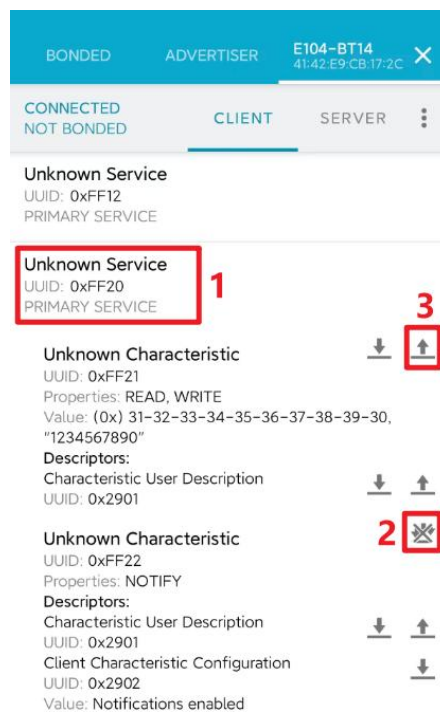
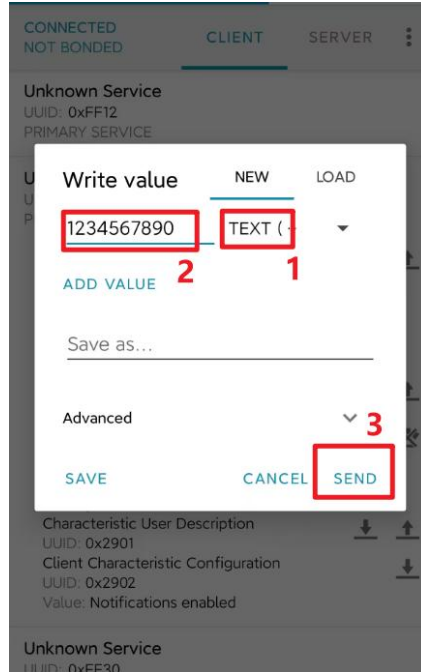
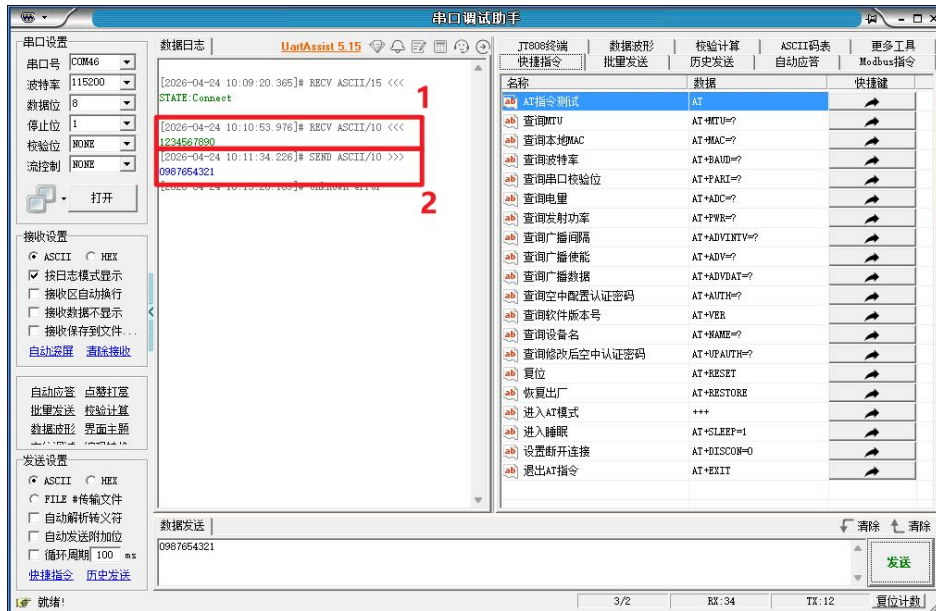
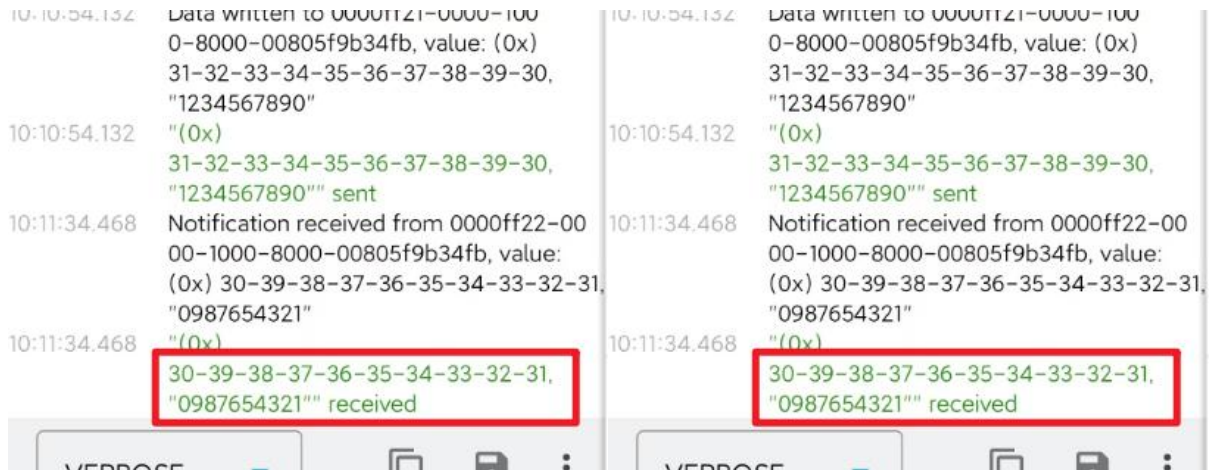

图 7.6
图 7.7
图 7.8
图 7.9
- 6、手机端给蓝牙模块发送信息（透传）：如图 7.6 所示，点击“序号 1”选择 UUID 为 0xFF20 的服务，然后点击“序号 2”打开 Notify，最后通过点击“序号 3”发送任意信息，信息不经过任何处理透传给蓝牙从机模块。
点击图 7.6 的“序号 3”发送，跳转到图 7.7 所示的发送界面，选择图 7.7 的“序号 1”为 TEXT，编辑“序号 2”准备发送的信息（示例发送的信息为“1234567890”），最后点“序号 3”的 SEND 发送，最终如图 7.8 的“序号 1”，串口界面接收到透传的信息“1234567890”。
如图 7.8 所示，串口发送“0987654321”，发送成功之后见图 7.8 的“序号 2”，然后打开“nRF Connect”的详细的交互信息界面（通过向右滑动屏幕），如图 7.9 所示，手机端收到蓝牙从机模块的透传信息“0987654321”。